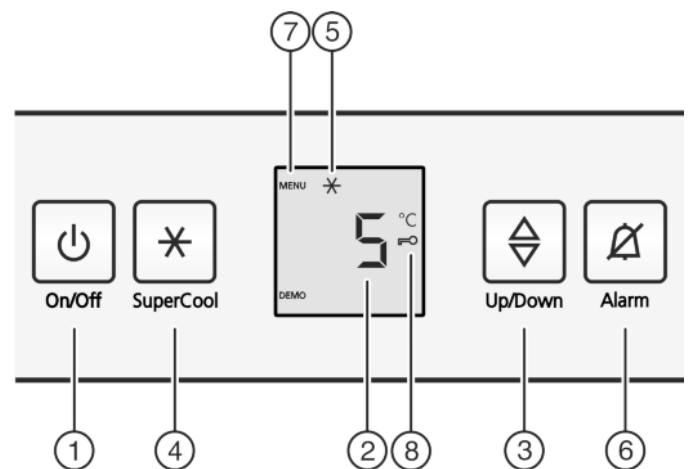

Fig. 2
- ▶ Premere il tasto On/Off Fig. 2 (1).
- ▶ Premere il tasto SuperCool Fig. 2 (4) per ca. 5 secondi.
- ▷ Sul display viene visualizzato il simbolo menu Fig. 2 (7).
- ▶ Confermare brevemente con il tasto SuperCool Fig. 2 (4).
- ▷ Sul display si illumina il simbolo sicurezza bambini Fig. 2 (8).
- ▶ Premere brevemente il tasto On/Off Fig. 2 (1).
- ▶ Premere il tasto Allarme Fig. 2 (6).
- ▶ Richiamare la funzione temperatura: premere il tasto di regolazione Fig. 2 (3).
- ▶ Modificare la temperatura con incrementi di 1 °C: premere il tasto di regolazione Fig. 2 (3) fino a quando nel display della temperatura non si illumina la temperatura desiderata.
- ▶ Premere brevemente il tasto SuperCool Fig. 2 (4).
- ▷ Il simbolo SuperCool Fig. 2 (5) si illumina nel display.
- ▷ Il simbolo SuperCool Fig. 2 (5) si spegne nel display.